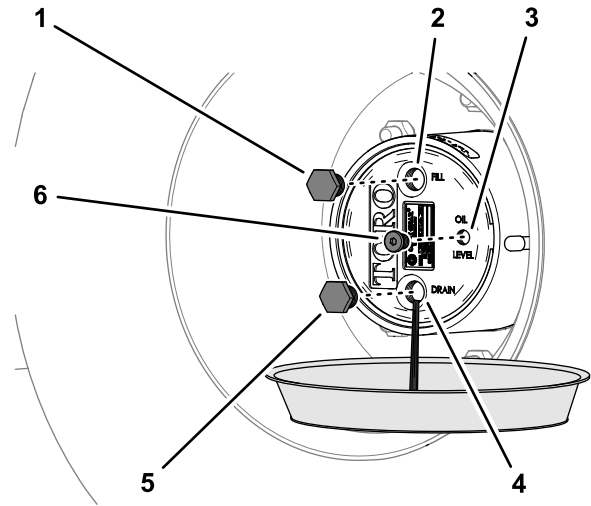

Figura 90
2. Coloque un recipiente debajo del buje del engranaje planetario, retire el tapón de vaciado, el tapón de llenado y el tapón de verificación y deje que se drene por completo el lubricante (Figura 90).